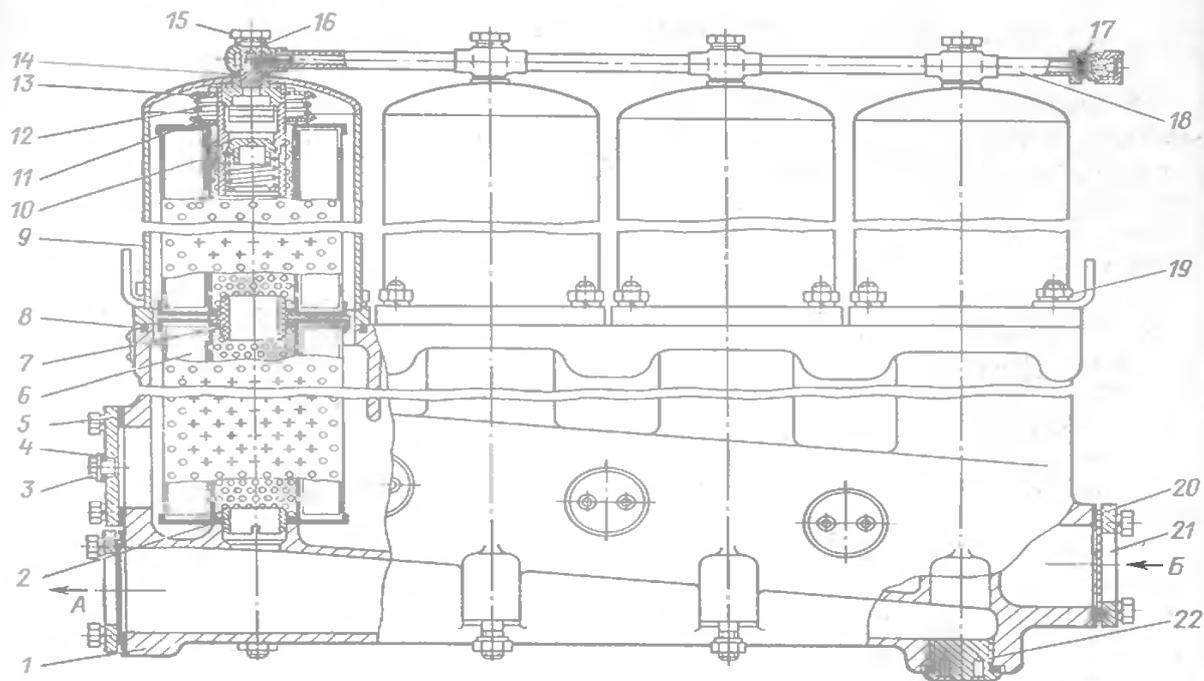

Рис. 9. Полнопоточный фильтр тонкой очистки масла:
**Полнопоточный фильтр тонкой очистки.** В масляную систему тепловоза включено два блока секций фильтра тонкой очистки (рис. 9), по четыре секции в каждом блоке. Блок состоит из основания 1 и присоединенных к нему шпильками четырех корпусов 9. Каждая